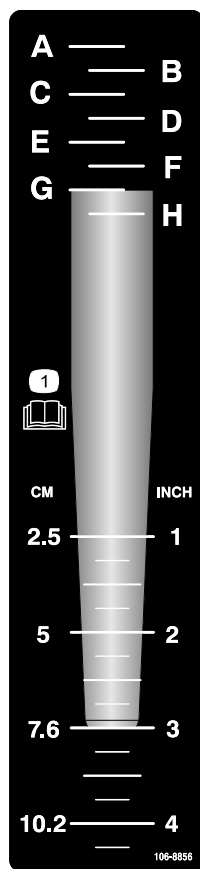

Figure 20
1. Placez le louchet voulu sur l'autocollant de profondeur, tout en alignant la pointe du louchet sur la profondeur d'aération recherchée, comme illustré à la Figure 20.
2. Observez la lettre alignée avec l'extrémité de montage du louchet (Figure 20). Réglez la commande de profondeur à la lettre correspondante sur l'autocollant.